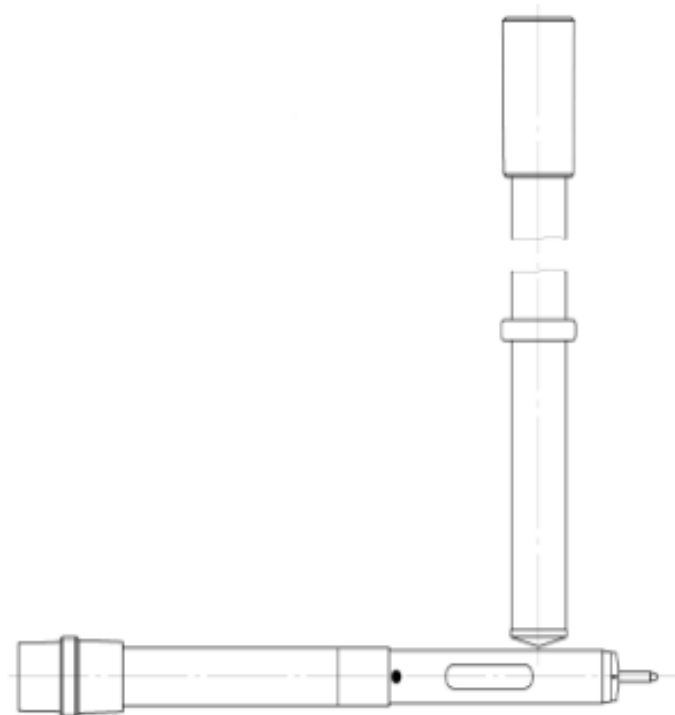

Рис.2
4.5. Указатель типа УВНСЗ 6-10 ТЕСТ осуществляет контроль входных цепей при определенной ориентации рабочей и изолирующей части относительно друг друга (см. рис. 2) - указатель должен формировать сигналы наличия напряжения.
6.4. Для указателей типа УВНСЗ 6-10 ТЕСТ поднести торец ручки изолирующей части к верхнему светодиоду, как показано на рис.2 и убедиться в работоспособности указателя, при мигании среднего светодиода, заменить элементы питания.